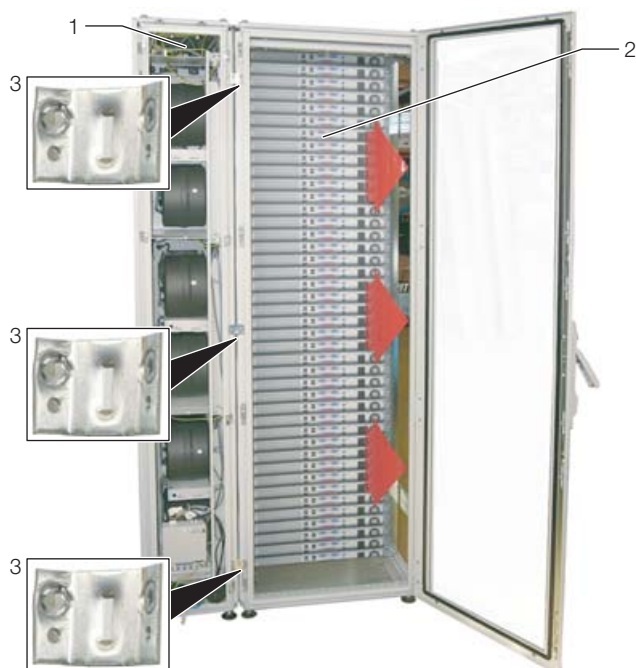

Рис. 20: Liquid Cooling Package Plus EC с серверным шкафом – вид сзади
- Закрепите три соединителя (рис. 20, поз. 3) при помощи винтов в предусмотренных руководством по монтажу точках крепления с передней и задней стороны Liquid Cooling Package Plus EC (рис. 20, поз. 1).
- Закрепите соединители (рис. 20, поз. 3) при помощи прилагаемых винтов в предусмотренных руководством по монтажу точках крепления на профиле с передней и задней стороны серверного шкафа (рис. 20, поз. 2). При необходимости слегка прижмите Liquid Cooling Package Plus EC к серверному шкафу, чтобы